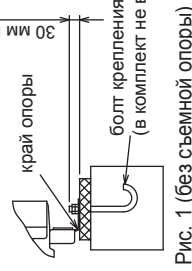

Рис. 1 (без съемной опоры)
- ① При групповой установке блоков обеспечьте достаточное пространство для циркуляции воздуха и для прохода между блоками.
- ② Как минимум две стороны должны быть полностью открыты.
- ③ Если препятствие (стена) высотой H, расположенное спереди, сзади или сбоку, превышает допустимое значение (см. чертеж) на величину h, то соответствующее расстояние, отмеченное в пункте ниже звездочкой, следует увеличить на h.
- ① Проверьте прочность основания, предусмотрите слив дренажа (при работе прибора на некоторых его элементах конденсируется влага), подключение фреонпроводов и кабелей.
- ② Установочные опоры должны прочно располагаться на основании (рис. 1 и 2).
- ③ Болты крепления должны выступать не более, чем на 30 мм (рис. 1 и 2).